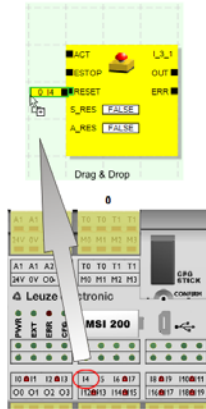

Bild 5-8 Einfügen eines Signals in den Verschaltungseditor
6. Ziehen Sie die benötigten Ein- oder Ausgangssignale des neu eingefügten Moduls per Drag & Drop in den Verschaltungseditor und verschalten Sie sie dort (siehe Bild 5-8 auf Seite 5-15).
2. Ziehen Sie das gewünschte (Doppel-)Ein- oder Ausgangssignal aus dem Hardware-Editor in den Verschaltungseditor (siehe Bild 5-8 auf Seite 5-15).